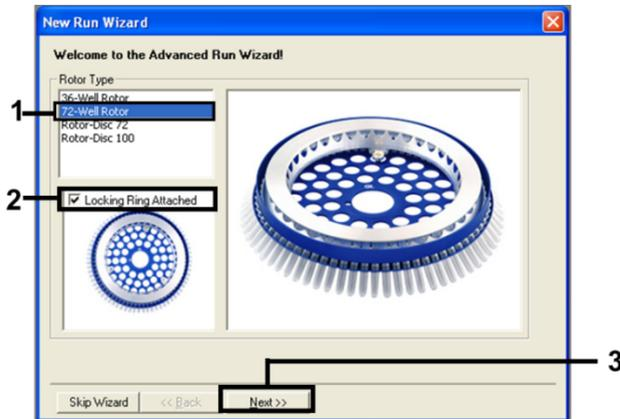

Abbildung 1. Dialogfeld „New Run Wizard“ (Assistent für neue Läufe).
3. Wählen Sie 72-Well Rotor (72-Well-Rotor) als Rotortyp aus. Vergewissern Sie sich, dass der Schließring angebracht ist und aktivieren Sie das Kontrollkästchen Locking Ring Attached (Schließring angebracht). Klicken Sie auf Next (Weiter) (Abbildung 1).